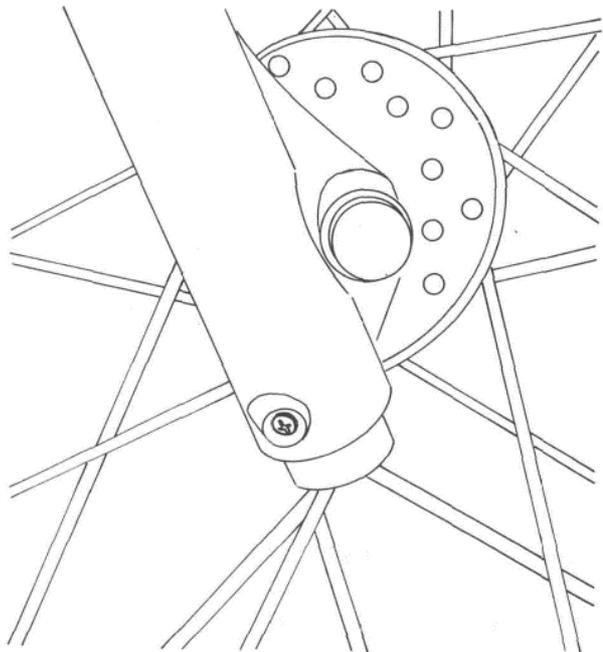

Bild 63
- Ablassschraube am unteren Ende des Gleitrohres ausbauen (Bild 63).